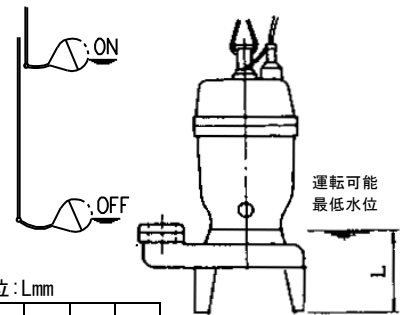

図 3
- 8) 非自動形ポンプ (DVS 型) は、フロートによる自動運転装置が内蔵されていないので、ポンプ運転水位には十分注意してください。なお運転可能な最低水位付近で 10 分以上の連続運転で使用しますと、電動機内蔵のオートカットが作動しますのでご注意ください。必ず自動運転装置を図 3 の如く設け、空運転がないように停止水位を運転可能最低水位より高く設定してください。また、始動水位はポンプが完全に水没する水位より高く設定してください。